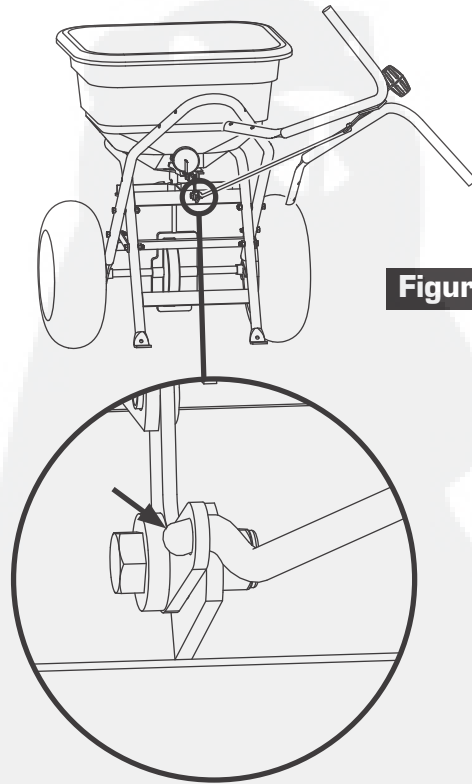

Figura 9
9. Gire el conjunto de la manilla hacia los lados e instale la conexión en la palanca de la compuerta de aplicación como se muestra en la Figura 9.